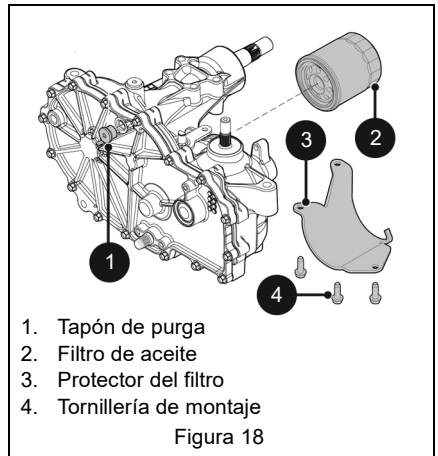

Figura 18
4. Colocar un recipiente debajo del filtro de aceite para recoger el aceite usado. Consulte Figura 18.